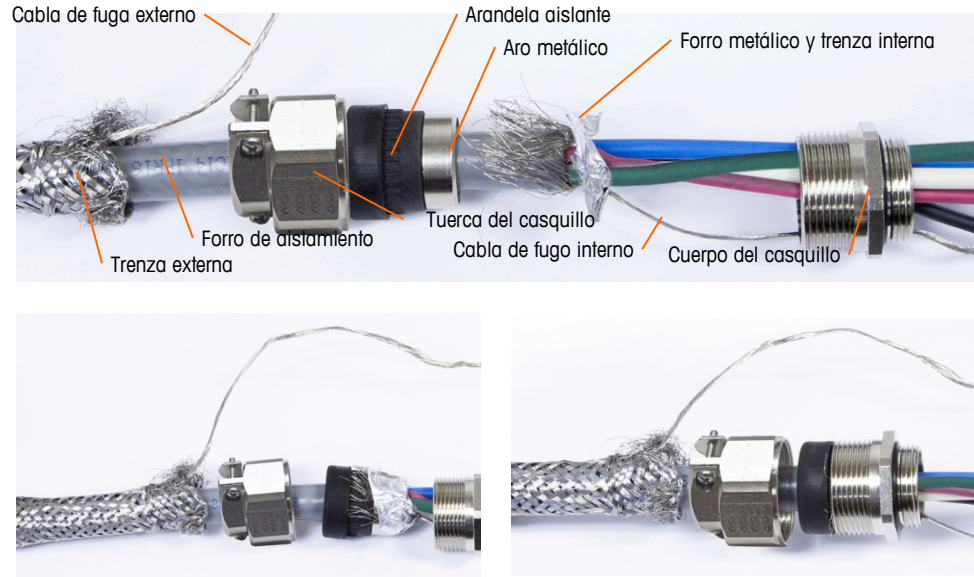

Figura 2-48: Cable de conexión POWERCELL PDX y conjunto de casquillo
- a. Instale el conjunto del casquillo para cable, abrazadera metálica y mango de latón sobre el cable de conexión mientras desliza hacia atrás el blindaje de la trenza externa (Figura 2-48). El cable de fuga interno debe entrar en el gabinete a través del casquillo para cable, mientras que el cable de fuga externo permanece fuera.